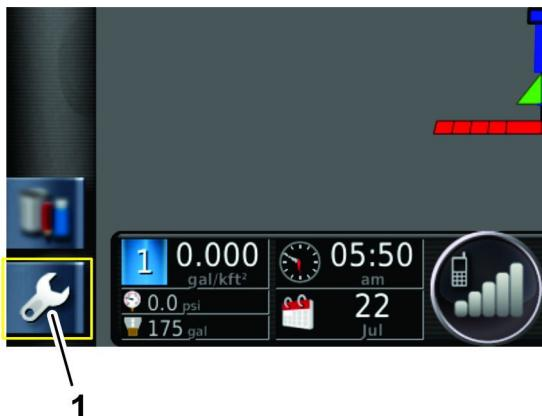

Figura 18
- Premete l'icona delle impostazioni sulla schermata principale (Figura 18).